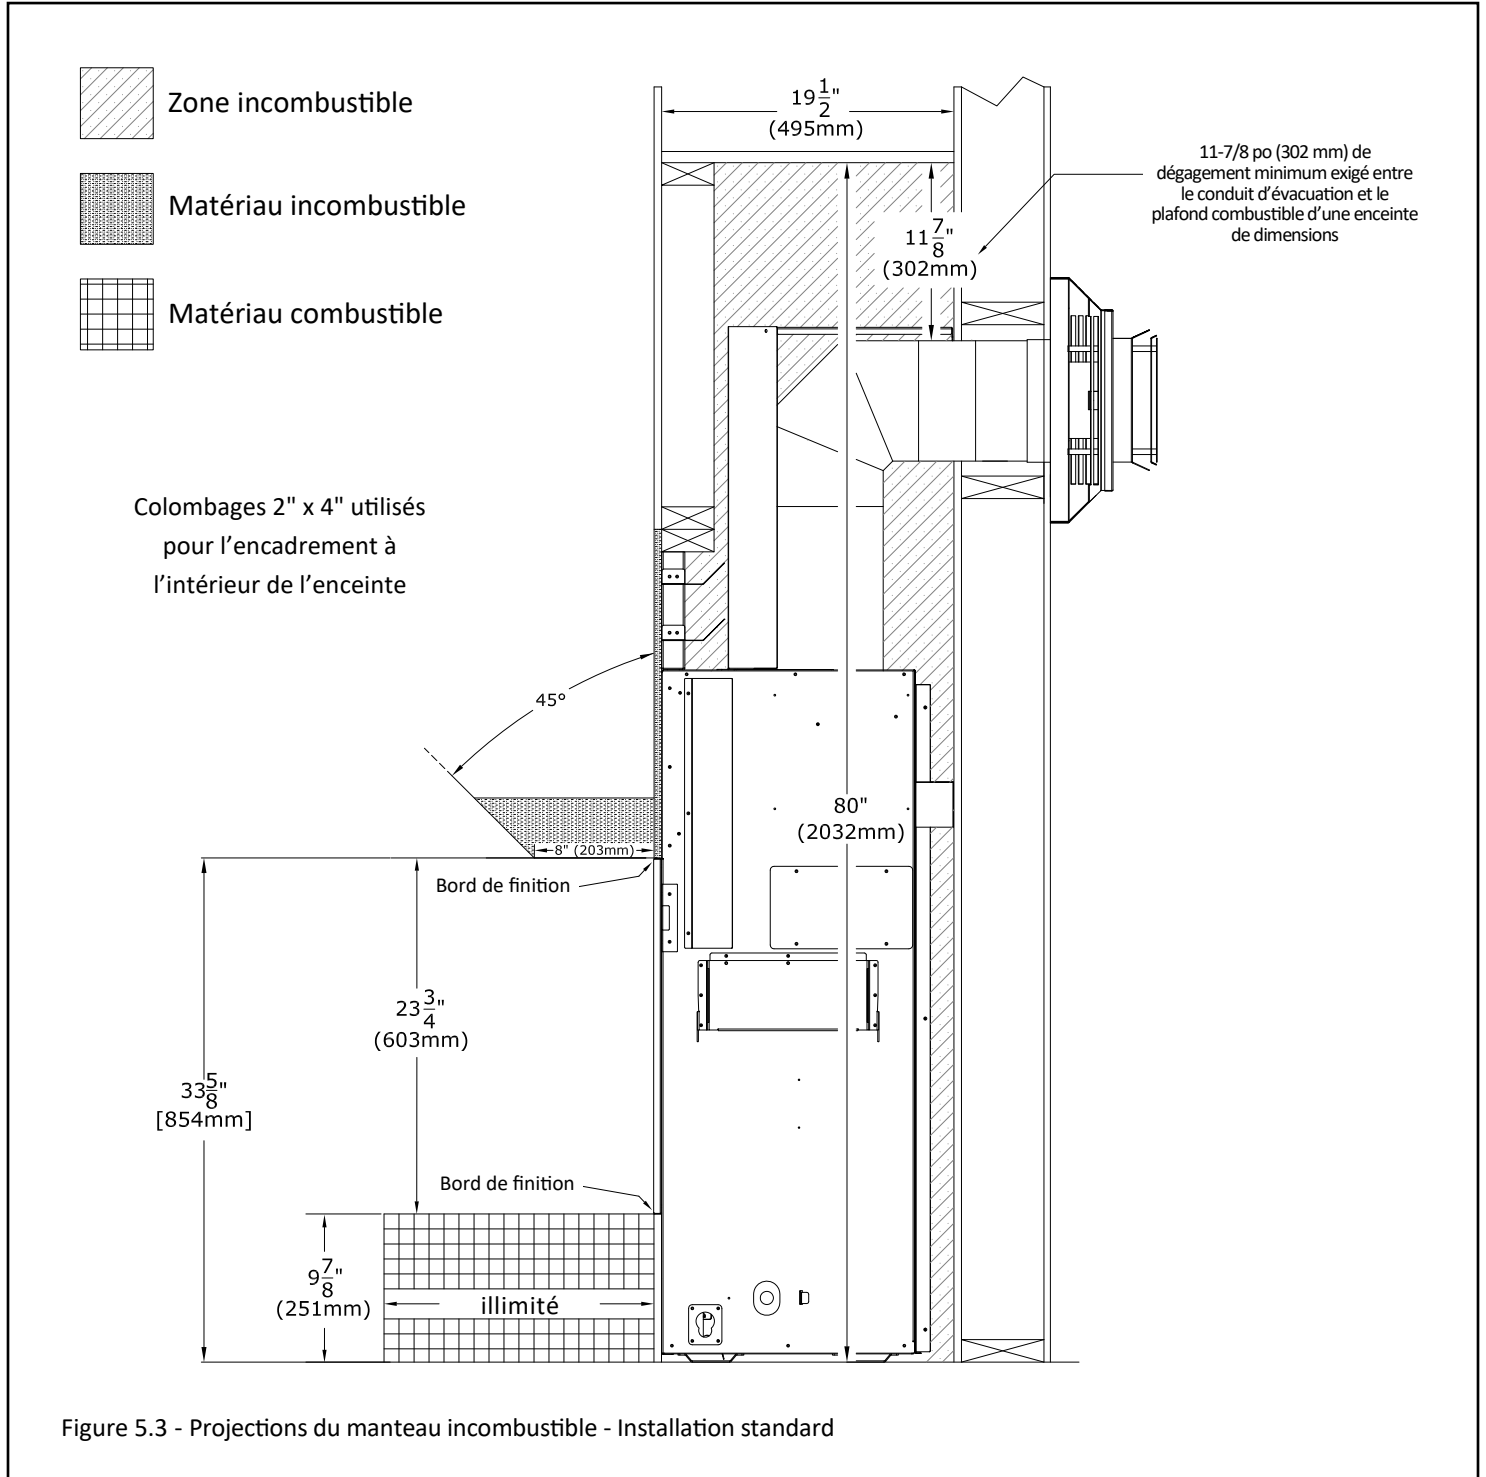

Figure 5.3 - Projections du manteau incombustible - Installation standard
- Profondeur du manteau incombustible : Comme le montre la FIGURE 5.3, un manteau incombustible de 8 po de profondeur peut commencer à 0 po (0 mm) du bord de finition supérieur du foyer. La profondeur du manteau peut augmenter de 1 po (25 mm) pour chaque pouce (25 mm) de hauteur additionnelle.
La Figure 5.3 montre la profondeur permise d'un manteau combustible de 8 po (203 mm), commençant au haut du bord de finition supérieur du foyer. Les dimensions montrées sont permises pour une option d'installation standard. La profondeur du manteau peut augmenter de 1 po (25 mm) pour chaque 1 po (25 mm) de hauteur, à partir d'un manteau de 8 po (203 mm) de profondeur. Une extension d'âtre combustible est permise avec une longueur de projection illimitée à partir du bord de finition inférieur du foyer.